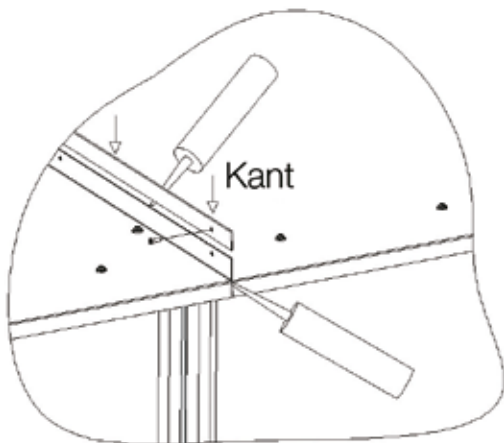

Bild 24
- Taket för luftbehandlingsaggregatet är fabriksmonterat. Trots detta måste takfogarna tätas så att de blir vattentäta när sektioner monteras ihop på plats. Montera nockpannor på fogarna med rostfria nitar (bild 24) och